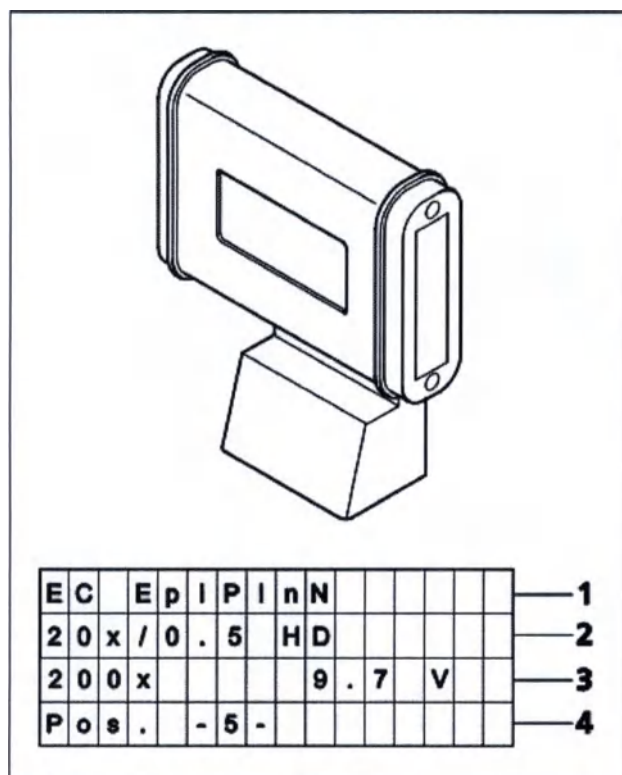

Рис. 73 **Держатель с ЖК-дисплеем**
- Для регулировки межзрачкового расстояния тубусы окуляров сводятся или разводятся (рис. 73/A и B).